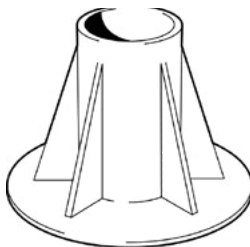

Figura 3: Suporte para armazenamento da motobomba.
- Mantenha a motobomba / motor em posição vertical através de um suporte adequado, checando sua estabilidade, a fim de evitar quedas (figura 3). Posicione o motor com o eixo voltado para cima.